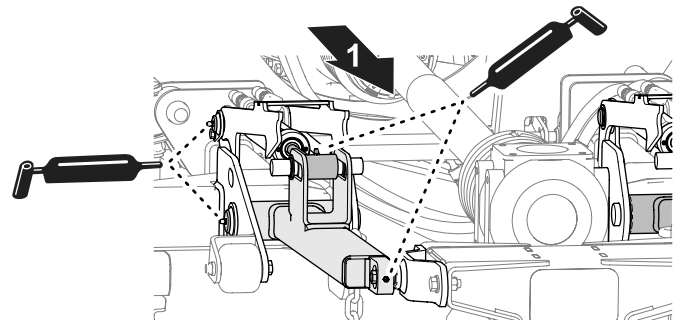

Figura 53
- Aplique grasa a los brazos de elevación, los cilindros hidráulicos y los tirantes de impacto de la carcasa de corte central (Figura 53).
Aplique grasa del tipo especificado al engrasador de los 3 ejes de cuchilla de cada carcasa de corte (Figura 53).